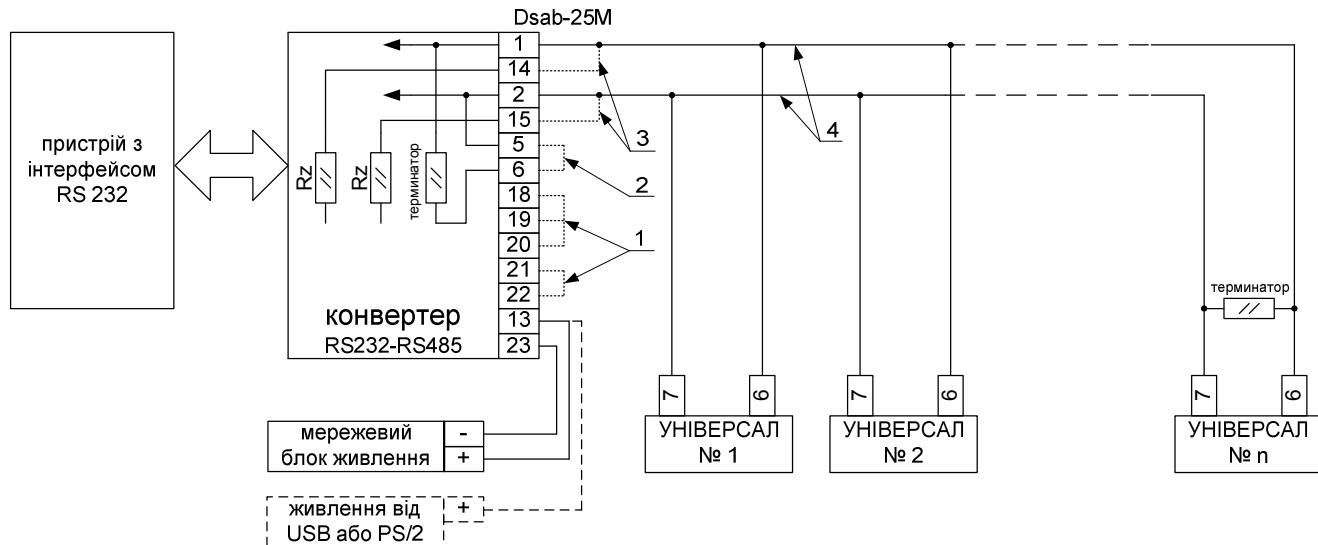

Рис. 1. Схема підключення конвертера до ПК.
7.4 В якості лінії зв'язку використовується двопровідна лінія (рис.1. поз. 4). При довжині лінії зв'язку більше 10 метрів необхідно використовувати кабель типу «вита пара».
7.7 Конфігурування роботи конвертера здійснюється за допомогою перемички на контактах 18, 19, 20, 21, 22 з'єднувача DSAB-25F (рис. 1 поз. 1). Конвертер може працювати в таких режимах:
7.8 У випадку коли обмін даних по лінії зв'язку на мінімальній швидкості нестабільний або існують великі завади, тоді зі сторони конвертора необхідно підключити резистори захисного зміщення R_z (рис.1. поз. 3.). Таку процедуру іноді необхідно виконувати у випадку друку на принтер через RS485 і довжині лінії зв'язку більше 10 метрів.